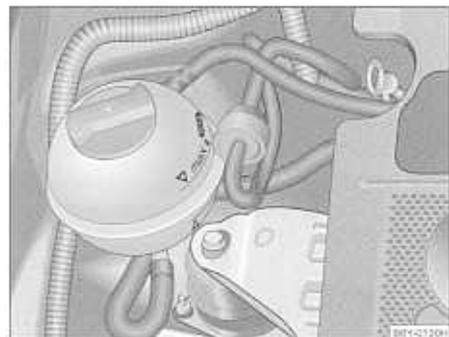

Fig. 129 Vano motor:
- Compruebe el nivel de líquido refrigerante en el depósito de expansión del mismo ⇒ fig. 129. Con el motor frío debe encontrarse entre las marcas de "MÍN." y "MÁX.". Con el motor caliente, el nivel puede sobrepasar también ligeramente la marca de "MÁX.". ▶
- Coloque un paño sobre el tapón del depósito de expansión de líquido refrigerante → página 184, fig. 129 y desenrosque el tapón con cuidado girándolo hacia la izquierda → .